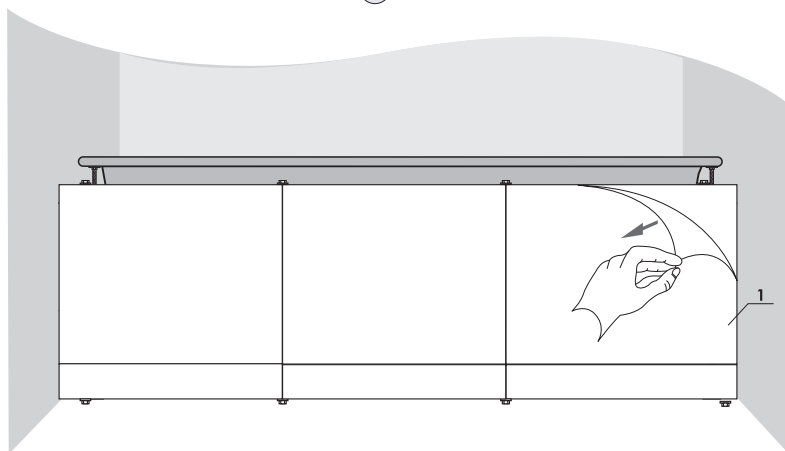

рис. 15
15. Удалите защитную пленку с панелей (рис.15).